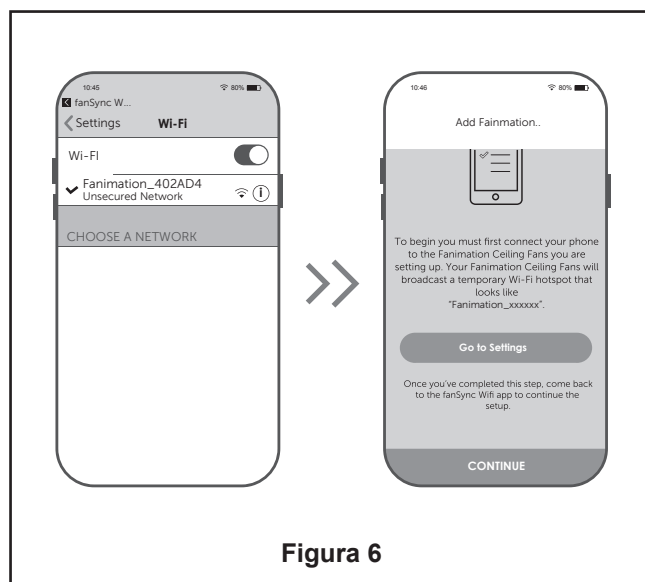

Figura 6
6. En la configuración WiFi de su dispositivo inteligente, seleccione el dispositivo Fanimation_XXXXXX y vuelva a la aplicación fanSync WiFi y pulse “CONTINUAR”. (Figura 6)